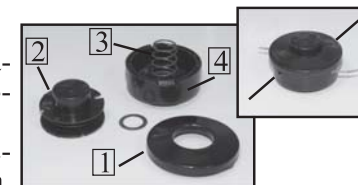

рис.9
- б) выньте шпульку 2, пружину 3 шайбу из корпуса катушки (шпульки) 4 (рис. 9);